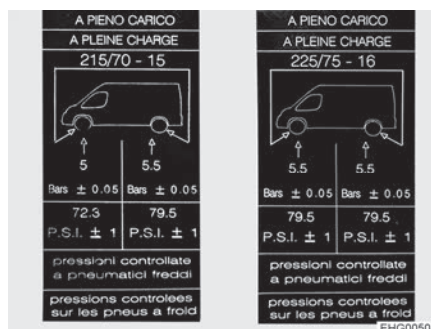

Bild 226 Hinweisaufkleber zum Reifendruck an B-Säule (Beispiel)
- ▷ Hinweisaufkleber mit dem benötigten Reifendruck sind auf der Innenseite der B-Säule angebracht (siehe Bild 226).